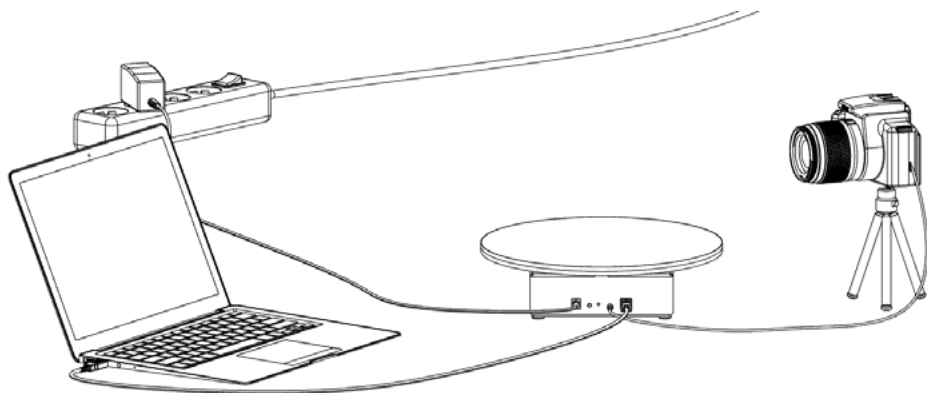
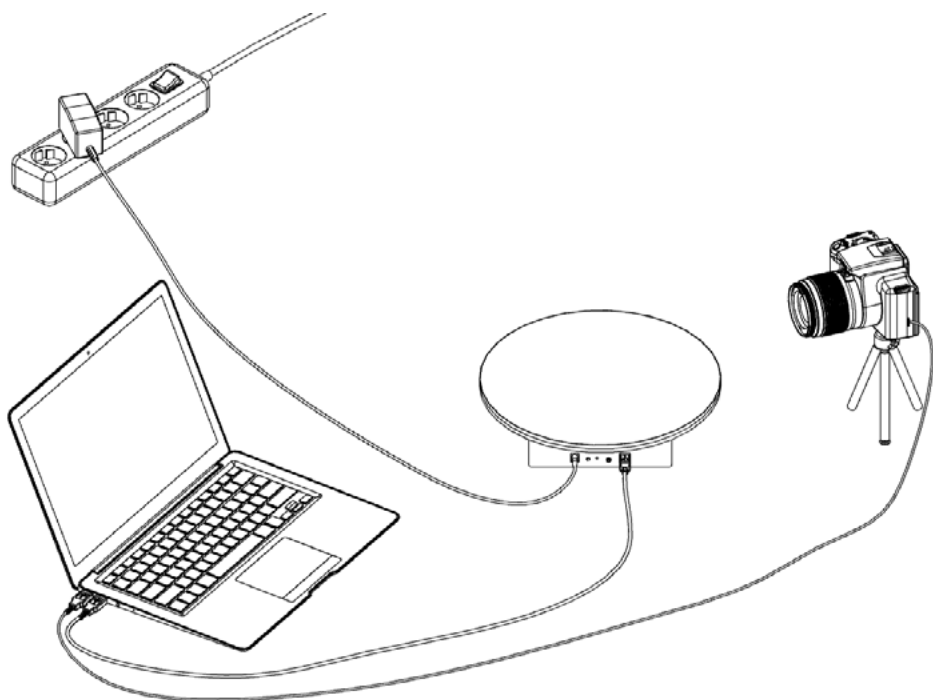

Рисунок 2
Рисунок 3
2. Подключить фотоаппарат с помощью кабеля дистанционного спуска затвора (рис. 2) либо кабеля USB (рис. 3).